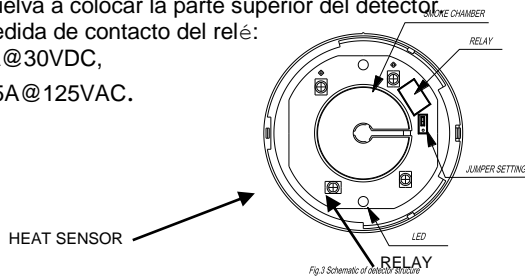

Fig. 3 Esquema del circuito del detector sin la parte superior
- Para ajustar la condición normal del relé a "normalmente cerrado" (NC), inserte un destornillador en el agujero rectangular localizado en un lateral entre la parte superior y la base y gírelo para quitar la parte superior del detector.
- Acuda a la Fig. 3. Hay un puente al lado del relé en el circuito. Quite el puente y sitúelo en la posición NC.